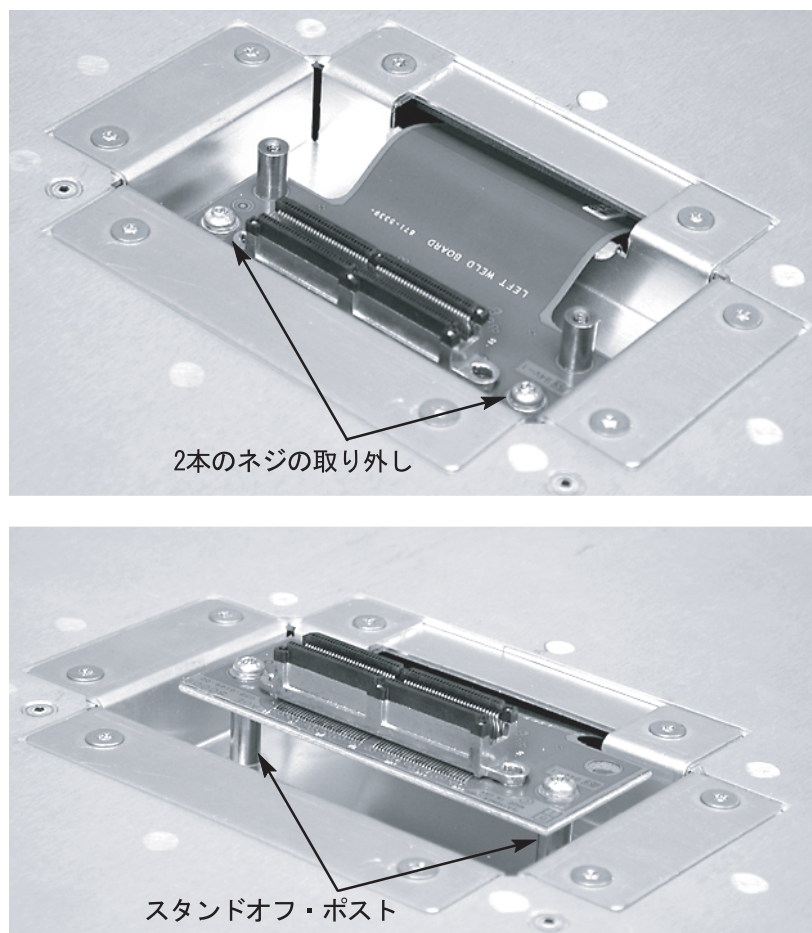

図 18 : モジュールからマージ・コネクタ・アセンブリを取り外します
2. Torx T-10 ドライバーを使用して、モジュールにマージ・コネクタを取り付けているネジ 2 本を取り外します (図 18 を参照)。